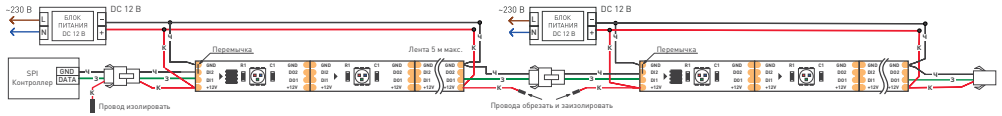
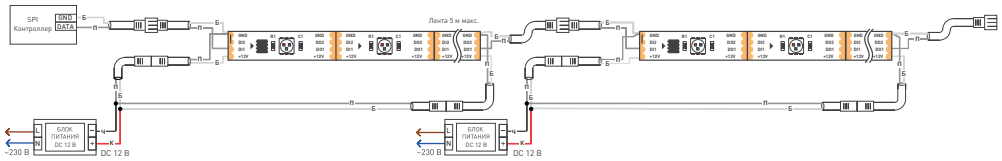

Рис. 1. Схема подключения лент SPI-5000-RAM-5060-30 12V и SPI-5000SE-RAM-5060-30 12V
Рис. 2. Схема подключения лент SPI-5000P-RAM-5060-30 12V и SPI-5000PGS-RAM-5060-30 12V
Таблица для Рис. 1.
Таблица для Рис. 2.
- Подключите ленту в соответствии с выбранной схемой (рис. 1 или рис. 2). Соблюдайте полярность подключения и направление передачи сигнала (вход/выход). Обращайте внимание на маркировку, нанесенную на печатную плату, и на цвета соединительных проводов.
- Подключите ленту согласно схеме (рисунок 1).